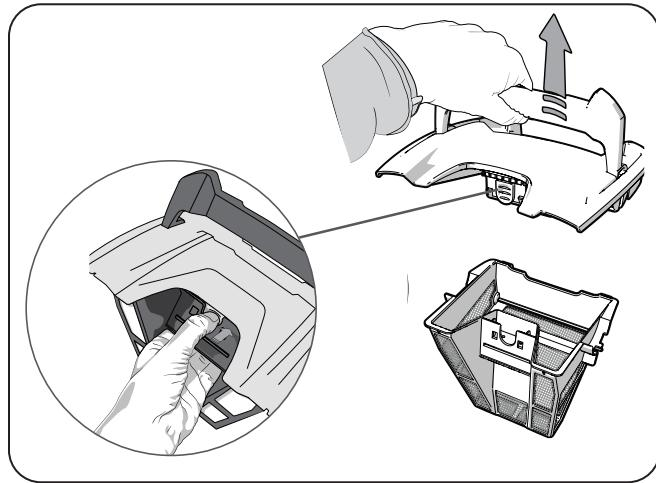

Figure 11. Retirer le couvercle du boîtier du filtre
4. Appuyer sur le loquet intérieur et retirer le couvercle du boîtier du filtre (Figure 11).